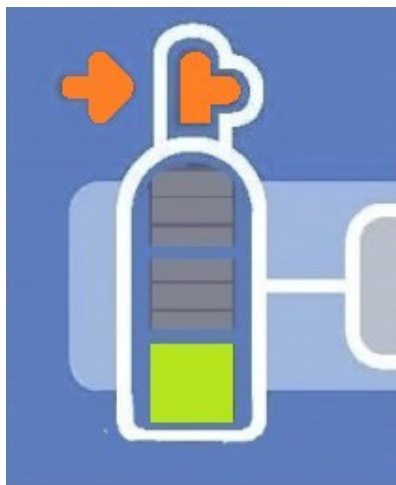

Figura 7: Indicador de baixa pressão
- Se o indicador de baixa pressão, como ilustrado na Figura 7, acender a âmbar, tal indica que a cryoICE BOX não deteta a pressão adequada. Verifique se a válvula do cilindro de gás está totalmente aberta e se o cilindro que fixou não está vazio.